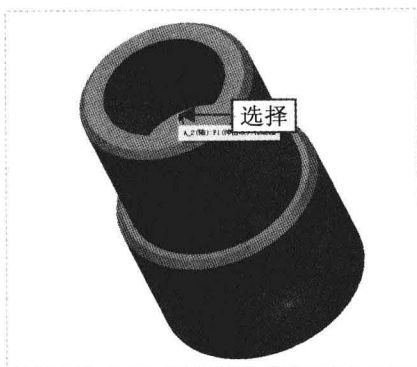

图 11-34 选择 A_2 轴
Step 05 单击“确定”按钮，在绘图区选择模型的上表面，并选择 A_2 轴，如图 11-34 所示。